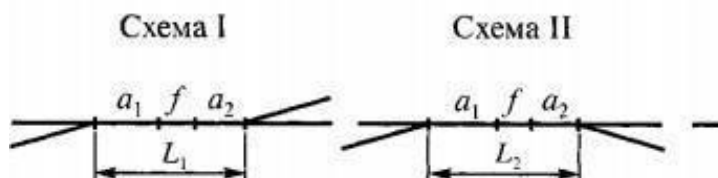

Рисунок 8.1 - Схемы взаимного расположения стрелочных переводов
**Задача 8.** Определить расстояние между центрами смежных стрелочных переводов марки 1/11 на прямо-отправочных путях в различных вариантах укладки (рисунок 8.1). Тип рельсов Р65. Длина вставки  $f$  в схемах I и II равна 25,00 м.